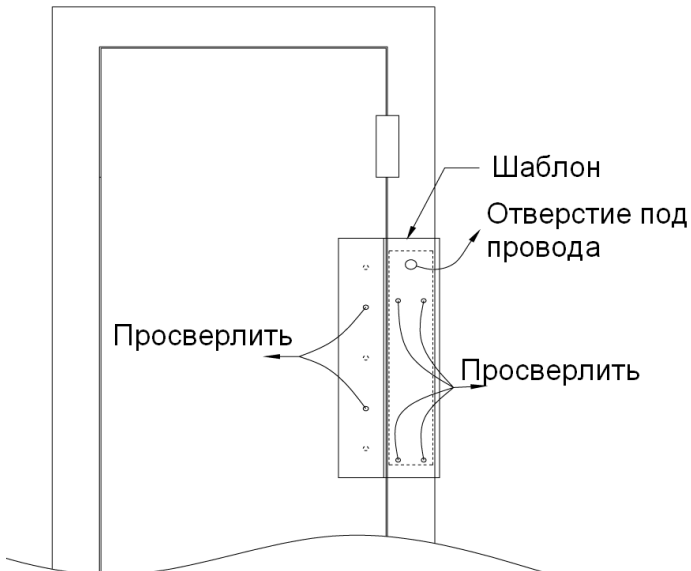

Рис.1
1. Определить место расположения замка и наклеить шаблон. По шаблону просверлить отверстия под крепежные винты и отверстие под провода. Рис. 1.